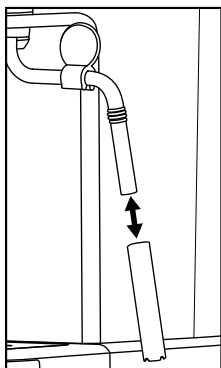

Abb. 4
- 5) Ziehen Sie die Hülle der Milchaufschäumdüse **10** ab (Abbildung 4) und reinigen Sie diese sorgfältig im warmen Wasser.
- 7) Schieben Sie die Hülle wieder auf die Düse (Abbildung 4).